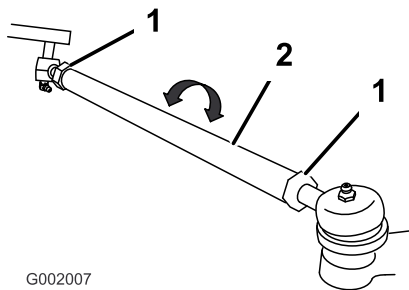

Bild 58
5. Wenn der Wert nicht im angegebenen Bereich liegt, lösen Sie die Klemmmuttern an beiden Ende der Zugstangen (Bild 58).